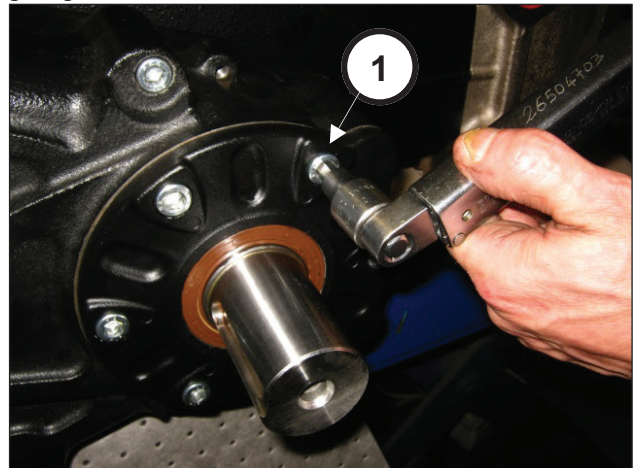

Abb. 88
Drehen Sie die 6 Schrauben M10x25 fest (Pos. ①, Abb. 88). Eichen Sie die Schrauben mit einem Drehmomentschlüssel, wie in Kapitel 3 EICHWERTE FÜR DEN SCHRAUBENANZUG gezeigt.